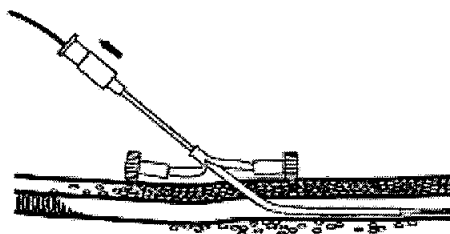

Fig. 2
12. Deje colocada la vaina, y extraiga el dilatador y la guía. (Fig. 2) Para evitar la aspiración accidental de aire, coloque el pulgar u otro dedo sobre el extremo proximal con manguito de la vaina después de retirar el dilatador y la guía.